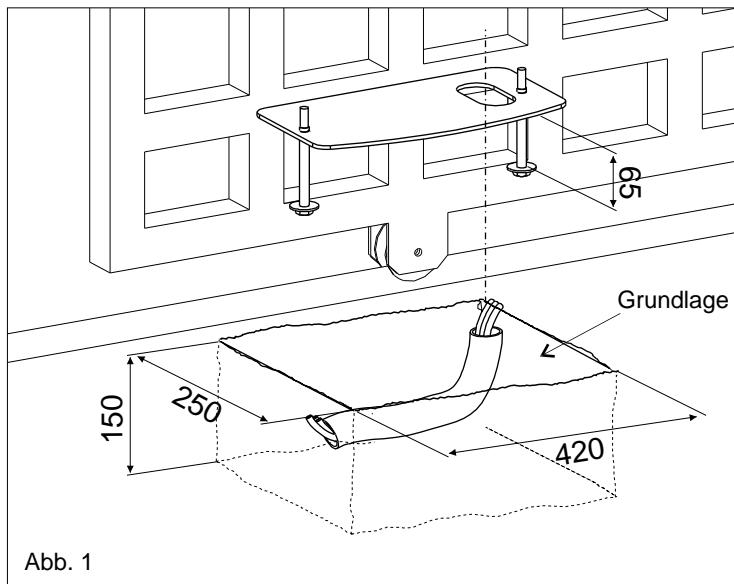

Abb. 1
2.1. Ein Fundament aus Zement gemäß den in Abbildung 1 vorgegebenen Maßen herstellen, auf dem die Grundplatte und die Verankerungsbolzen einzementiert werden.
Achtung: Soweit es die Torstruktur erlaubt, wird empfohlen die Platte um 50mm vom Boden anzuheben, um eventuelle Wasseransammlungen zu vermeiden (Fig.1).